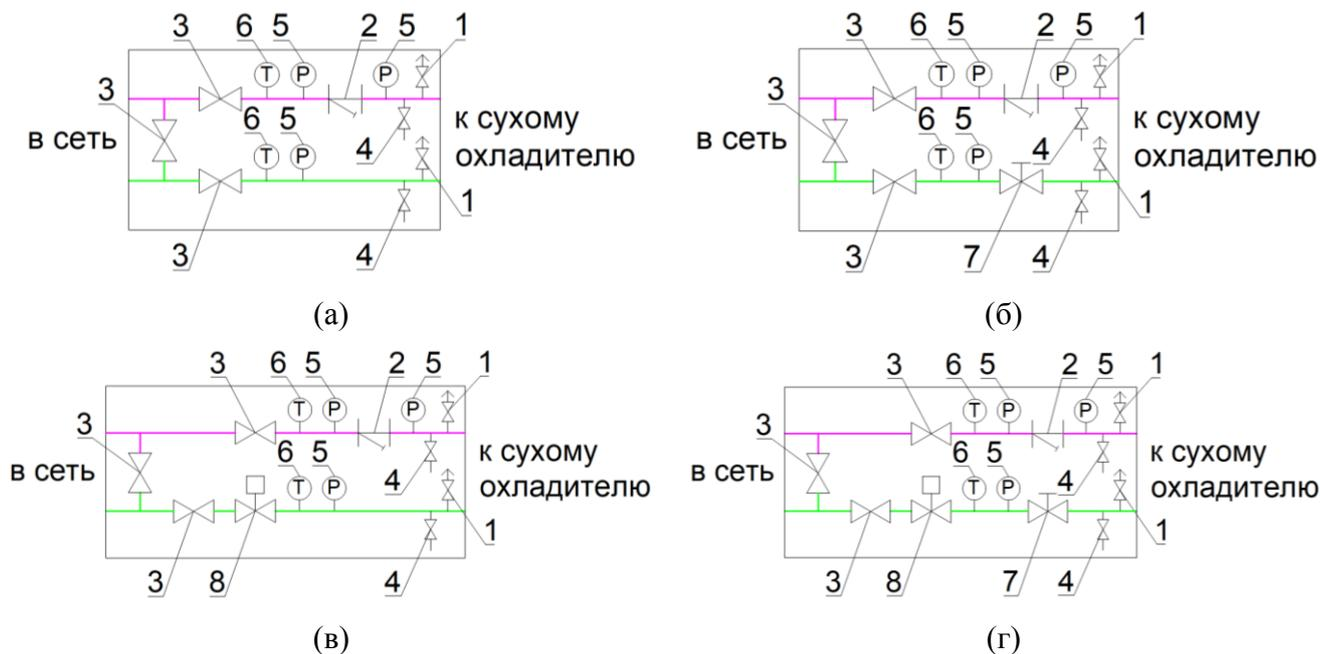

Рис. 3. Принципиальные схемы блока подключения сухого охладителя (БПСО) в различных исполнениях:
4.3. Блок подключения СО (БПСО) является конструктивной модификацией блока подключения испарителя, отличающейся отсутствием в составе блока виброкомпенсаторов. Принципиальные схемы различных исполнений БПСО показаны на рис. 3.
БПК поставляется в виде готового полностью собранного изделия, закрепленного на раме 11 с опорами 12 (см. рис. 3). Поверхность всех трубопроводов, входящих в состав БПК, загрунтована, опционально возможно покрытие трубопроводов изоляцией, экранированной алюминием.